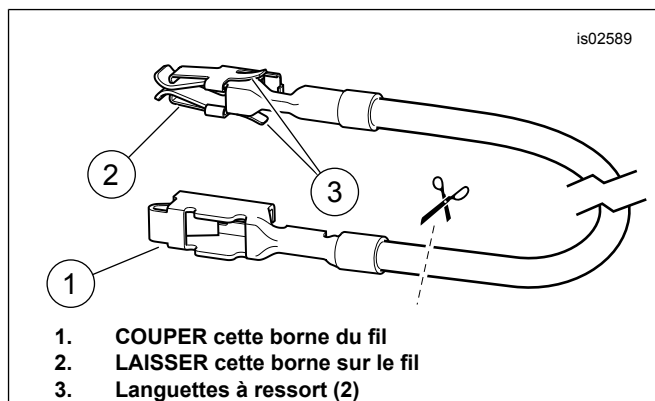
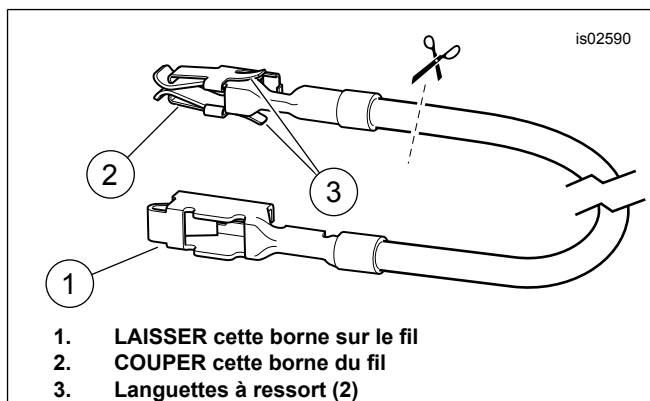
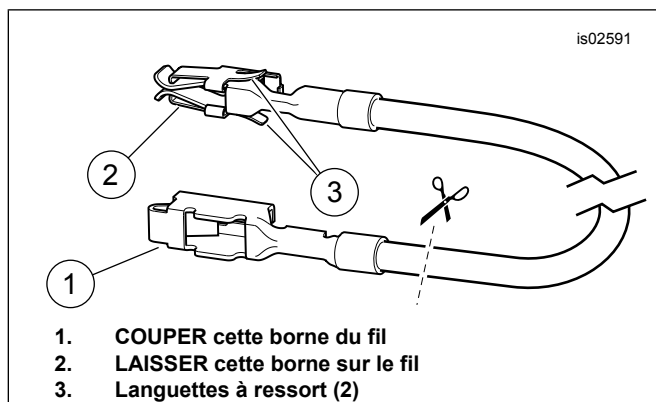
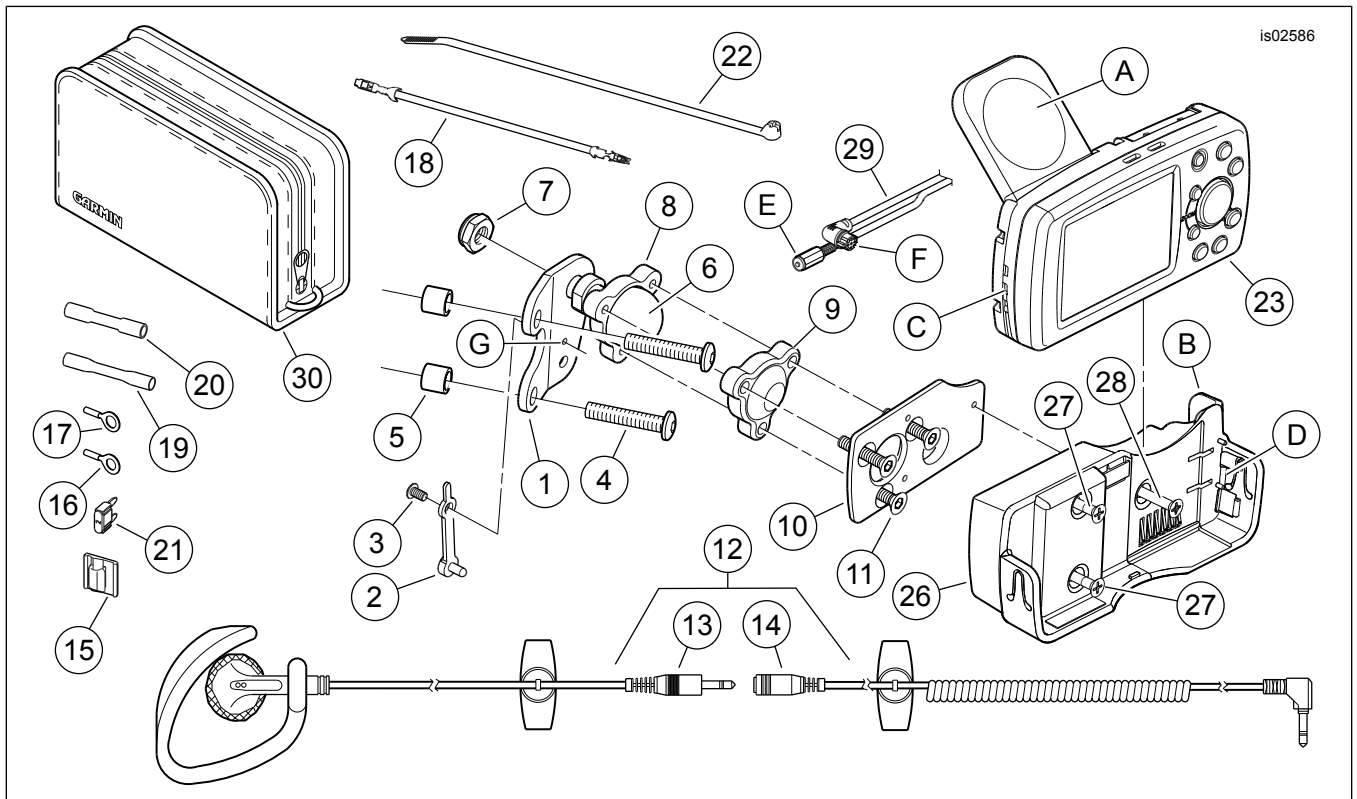

Figure 1. Fil adaptateur de bloc fusibles (Dyna et Softail)
Figure 2. Fil adaptateur de bloc fusibles (FL Touring de 2004 à 2006) (FL Touring de 2008 et plus récents)
Figure 3. Fil adaptateur de bloc fusibles (FL Touring de 2007)
Figure 4. Pièces détachées : kits de montage de croisière et GPS
- b. Prendre le fil adaptateur de bloc fusibles (18) orange/blanc du kit. Bien noter la borne à chaque extrémité (voir Figure 1). Seule la borne **AVEC les languettes à ressort** convient à la cavité de fusible. Couper avec soin la borne **SANS** les languettes à ressort du fil et la jeter.
- d. Couper la longueur superflue du fil rouge **sur le faisceau Road Tech Quest** à portée du fil adaptateur orange/blanc installé à l'étape 4c. Consulter l'avertissement après l'étape 3, et la section **CONNECTEURS BOUT À BOUT SCELLÉS** du Manuel d'entretien. À l'aide du connecteur d'épissure bout à bout **bleu** (20) du kit, épisser le fil rouge du faisceau Road Tech Quest sur le fil adaptateur orange/blanc.
- e. Voir Figure 4. Installer un des fusibles de 2 A (21) du kit dans la cavité de fusible **OUVERTE** pour compléter le circuit.
- c. Prendre le fil adaptateur de bloc fusibles (18) orange/blanc du kit. Bien noter la borne à chaque extrémité (voir Figure 1). Seule la borne **AVEC les languettes à ressort** convient à la cavité de fusible. Couper avec soin la borne **SANS** les languettes à ressort du fil et la jeter.
- e. Couper la longueur superflue du fil rouge **sur le faisceau Road Tech Quest** à portée du fil adaptateur orange/blanc installé à l'étape 5d. Consulter l'avertissement après l'étape 3, et la section CONNECTEURS BOUT À BOUT SCELLÉS du Manuel d'entretien. À l'aide du connecteur d'épissure bout à bout **bleu** (20) du kit, épisser le fil rouge du faisceau Road Tech Quest sur le fil adaptateur orange/blanc.
- f. Voir Figure 4. Installer un des fusibles de 2 A (21) du kit dans la cavité de fusible d'allumage P&A pour compléter le circuit.
- c. Prendre le fil adaptateur de bloc fusibles (18) orange/blanc du kit. **Pour les modèles de 2004 à 2006, et les modèles de 2008 et plus récents :** Bien noter la borne à chaque extrémité (voir Figure 2). Seule la borne **SANS les languettes à ressort** convient à la cavité de fusible. Couper avec soin la borne **AVEC** les languettes à ressort du fil et la jeter. **Pour les modèles de 2007 seulement :** Bien noter la borne à chaque extrémité (voir Figure 3). Seule la borne **AVEC les languettes à ressort** convient à la cavité de fusible. Couper avec soin la borne **SANS** les languettes à ressort du fil et la jeter.
- f. Couper la longueur superflue du fil rouge **sur le faisceau Road Tech Quest** à portée du fil adaptateur orange/blanc installé à l'étape 6e. Consulter l'avertissement après l'étape 3, et la section CONNECTEURS BOUT À BOUT SCELLÉS du Manuel d'entretien. À l'aide du connecteur d'épissure bout à bout **bleu** (20) du kit, épisser le fil rouge du faisceau Road Tech Quest sur le fil adaptateur orange/blanc.
- g. Voir Figure 4. Installer un des fusibles de 2 A (21) du kit dans la cavité de fusible d'allumage P&A pour compléter le circuit. Remettre en place les trois fusibles retirés à l'étape 6d dans les cavités correctes.
- d. Voir Figure 4, l'avertissement après l'étape 3, et la section **CONNECTEURS BOUT À BOUT SCELLÉS** du Manuel d'entretien. À l'aide d'un connecteur à épissure bout à bout **rouge** (19) du kit, épisser le fil rouge avec les fils orange/blanc coupés à l'étape 7b.
8. **Tous les modèles :** Ouvrir le couvercle du porte-fusibles sur le faisceau Road Tech Quest. Brancher le fusible de 2 A (21) restant du kit dans le porte-fusible et fermer le couvercle.